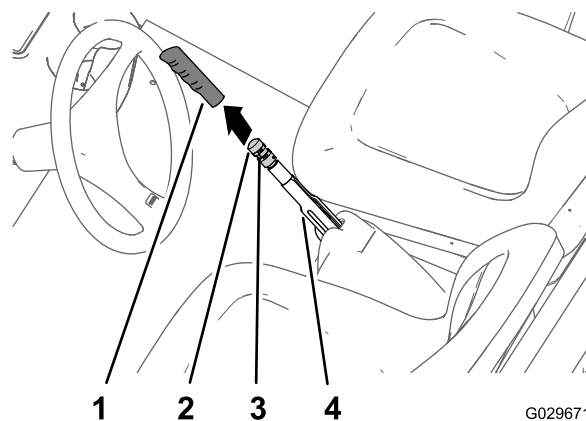

Рисунок 52
1. Снимите рукоятку с рычага стояночного тормоза (Рисунок 52).
2. Ослабьте установочный винт, который крепит ручку регулировки тормоза к рычагу стояночного тормоза (Рисунок 52).
3. Поворачивайте ручку регулировки тормоза до тех пор, пока усилие, требуемое для приведения в действие рычага стояночного тормоза, не достигнет 133-156 Н (Рисунок 52).
4. Затяните установочный винт и установите рукоятку на рычаг (Рисунок 52).
- C. Поворачивайте ручку регулировки тормоза (Рисунок 52) до тех пор, пока усилие, требуемое для приведения в действие рычага стояночного тормоза, не достигнет 133–156 Н.
2. Ослабьте установочный винт (Рисунок 52), который крепит ручку регулировки тормоза к рычагу стояночного тормоза, выключите стояночный тормоз и ослабьте ручку регулировки тормоза.
5. Поворачивайте ручку регулировки тормоза (Рисунок 52) до тех пор, пока усилие,
- Затяните установочный винт и установите рукоятку (Рисунок 52).